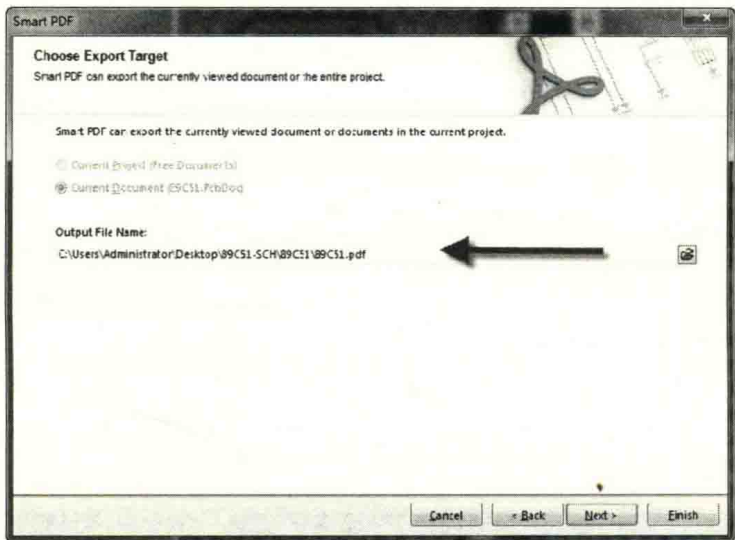

图 10-26 文件输出路径的设置
(2) Choose Export Target: 按照向导提示，设置好文件的输出路径，如图 10-26 所示。